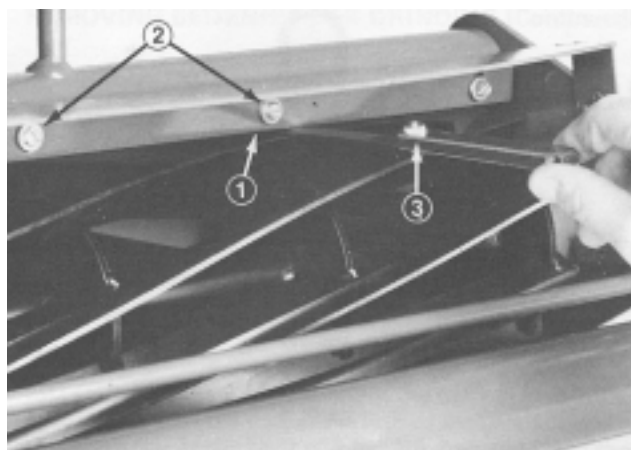

Bild 6
1. Lockern Sie die Schrauben, mit denen die obere Leiste befestigt ist (Bild 6). Führen Sie eine 1,5 mm Fühlerlehre zwischen der Spindeloberseite und der Leiste ein und ziehen Sie die Schrauben an (Bild 6). Achten Sie darauf, dass die Leiste und Spindel über die gesamte Spindellänge den gleichen Abstand voneinander haben.
3. Legen Sie die Leiste über die vorderen und hinteren Rollen und regulieren Sie die Schnitthöhe am Einstellrad, bis die Unterseite des Schraubenkopfes in die Schneidkante des Untermessers greift (Bild 6).